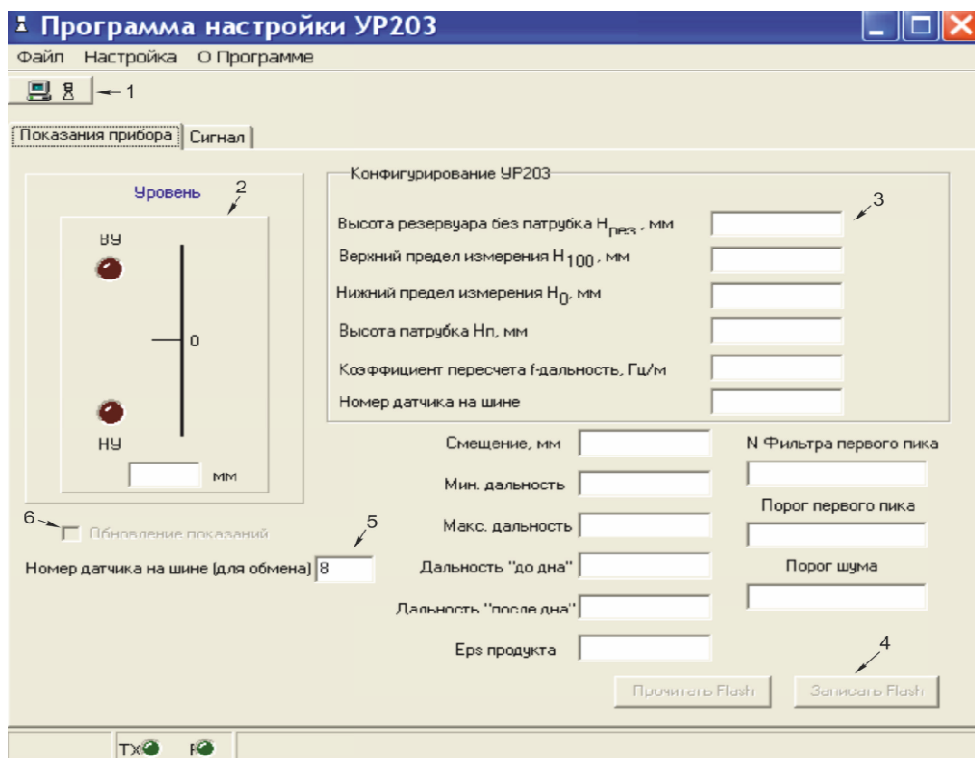

Рисунок 3 – Окно программы УР203 после загрузки
- 6) запустите файл УР203.exe. На экране компьютера должно появиться окно «Программа настройки УР203» - смотри рисунок 3. Если окно имеет другой вид, нажмите кнопку *Показание прибора*.
3) запустите файл УР203.exe. На экране компьютера должно появиться окно «Программа настройки УР203» (смотри рисунок 3.) Если окно имеет другой вид, нажмите кнопку *Показание прибора*.